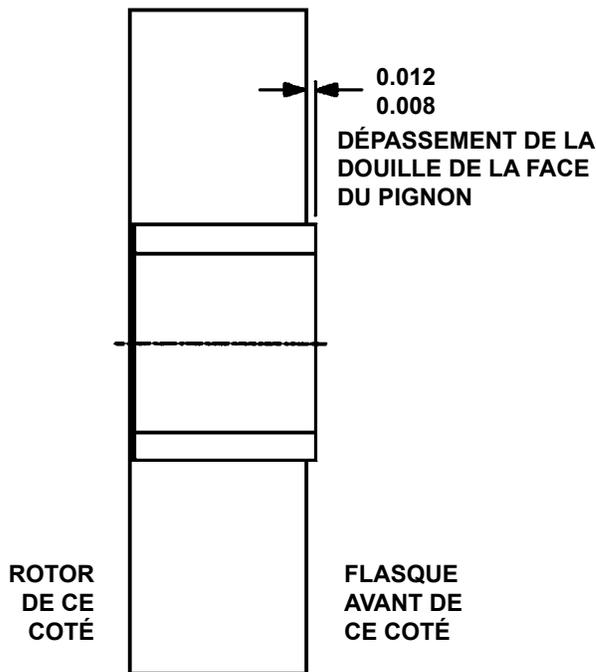

FIGURE 11
4. Engagez la partie tournante de la garniture sur l'arbre et passez par dessus le manchon (**Voir Figure 11**).
Les modèles en acier inoxydable R327A et R4324A ont un assemblage pignon-douille spécifique. **Voir figure 11 page 11.**
La douille en graphite du pignon dépasse de l'une des faces du pignon. La face où dépasse la douille est placée contre le flasque avant (tête), ce qui permet à la douille graphite d'être en contact avec le flasque avant et assure un jeu entre la face du pignon en inox et le flasque avant. La douille dépasse de 0.008-0.012" (0.2-0.3mm) – **voir figure 11 page 11.**